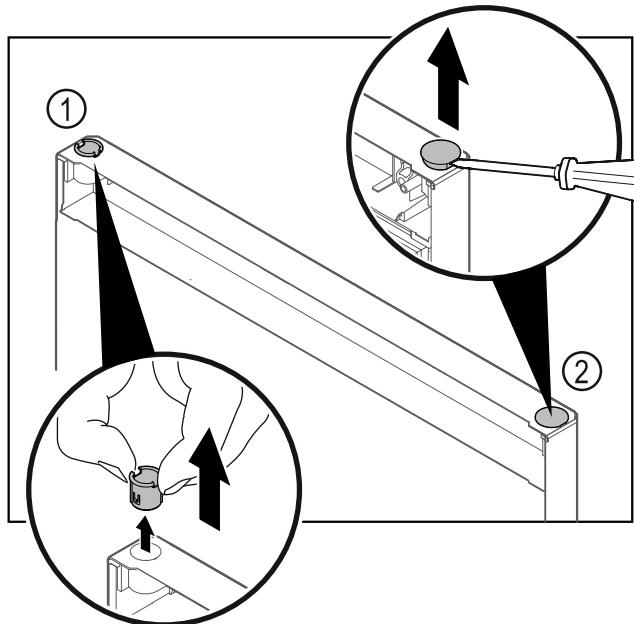

Fig. 11
- Izvucite čahuru šarke Fig. 11 (1) prstima.
- Odvijačem s ravnom glavom oprezno podignite čep Fig. 11 (2) i izvadite ga.